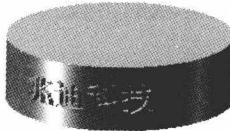
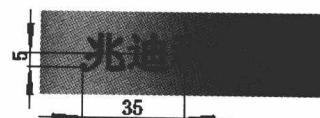

图 1.5 包覆 1
图 1.6 绘制文字
Step4. 创建图 1.5 所示的零件特征——包覆 1。
- (1) 选择下拉菜单 → → 命令。
- (2) 定义特征的横断面草图。
- ① 定义草图基准面。选取基准面 1 作为草图基准面。
- ② 在草图绘制环境中绘制图 1.6 所示的文字。选择下拉菜单 → → 命令，系统弹出“草图文字”窗口，在 区域的文本框中输入“兆迪科技”，取消选中 使用文档字体(U) 复选框，单击 按钮，在系统弹出的“选择字体”窗口中设置文字的字体为宋体，高度值为 10.00mm，单击 按钮，完成文字的绘制。
- ③ 为文字添加图 1.6 所示的尺寸约束。
- ④ 选择下拉菜单 → 命令，系统弹出“包覆 1”窗口。
- (3) 定义包覆属性。
- ① 定义深度方向。采用系统默认的深度方向。
- ② 在“包覆 1”窗口的 区域中选中 浮雕(M) 单选项，选取“凸台-拉伸 1”的圆柱面作为包覆草图的面，在 后的文本框中输入厚度值 3.0。
- (4) 单击 按钮，完成包覆 1 的创建。